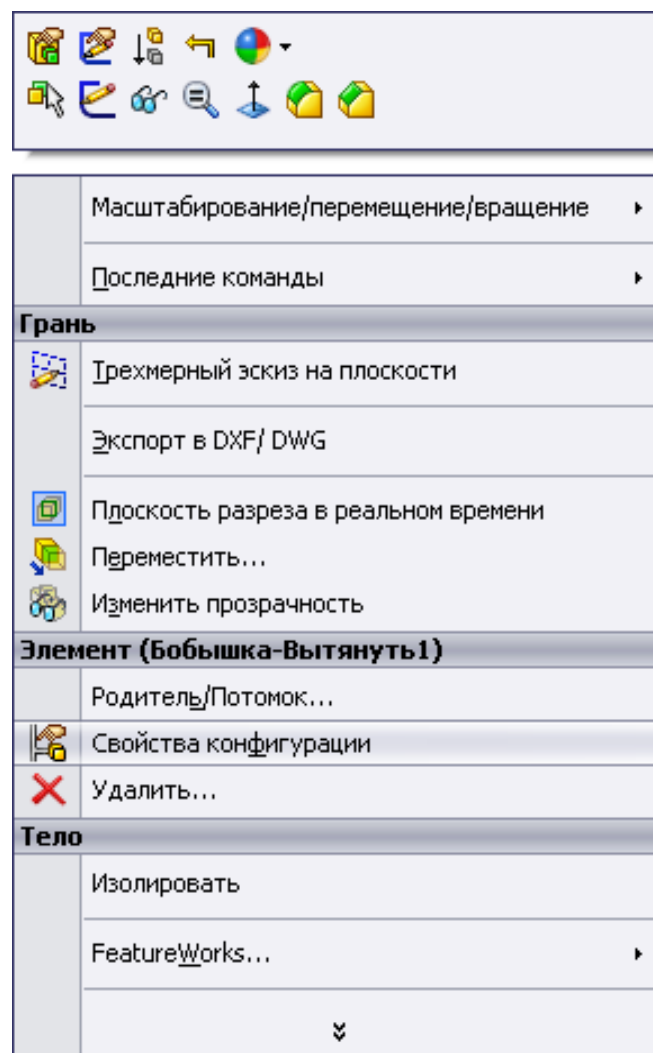
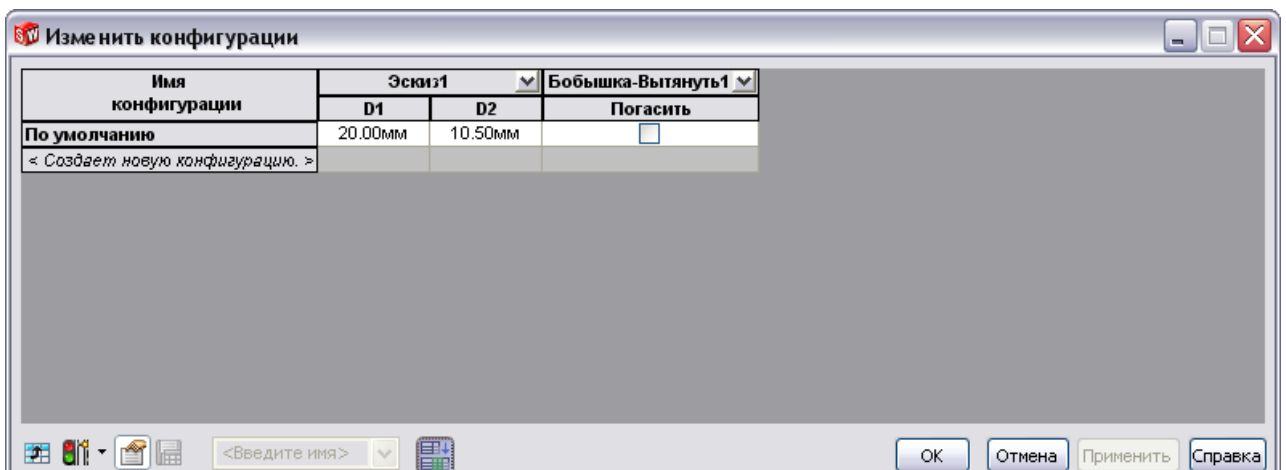

Рисунок 7.2 – Вид контекстного меню
Рисунок 7.3 – Діалогове вікно «Змінити конфігурації»
1. Виділяємо у «Дереві конструювання» або в графічній області елемент деталі Бобика – Витягнути 1 та клацаємо правою кнопкою миші. У результаті на екрані з'явиться контекстне меню (рис. 7.2), обираємо пункт «Властивості конфігурації» – відкриється вікно «Змінити конфігурації» (рис. 7.3).
Клацаємо по рядку <Створює нову конфігурацію> та вводимо ім'я нової конфігурації – Шайба - 1. В результаті в цій таблиці з'явиться новий рядок Шайба 1, в якій будуть записані розміри елемента Бобишка – Витягнути 1 (рис. 7.3, 7.4).